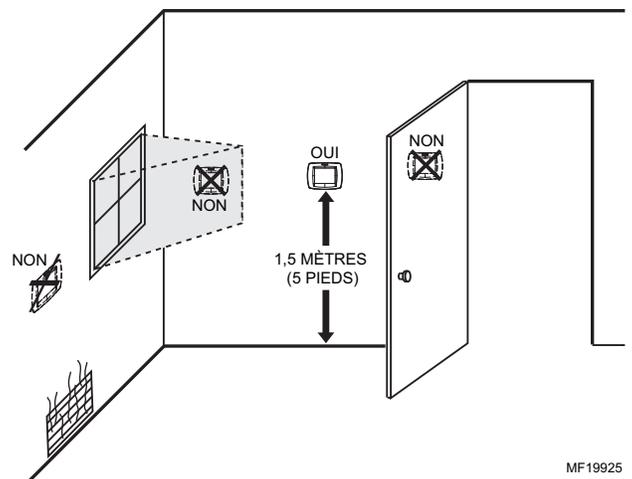

Fig. 43. Choix de l'emplacement de l'humidistat.
1. Installer l'humidistat sur un mur intérieur, 1,5 mètre (5 pieds) environ au-dessus du plancher. Voir la figure 43.